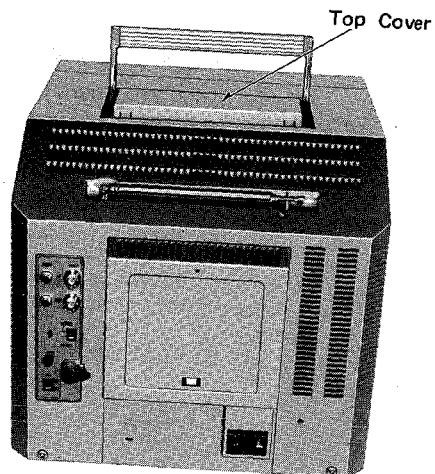

Abb. 1
1. Deckel im Handriffteil nach oben abziehen, wie in Abb. 1 gezeigt.